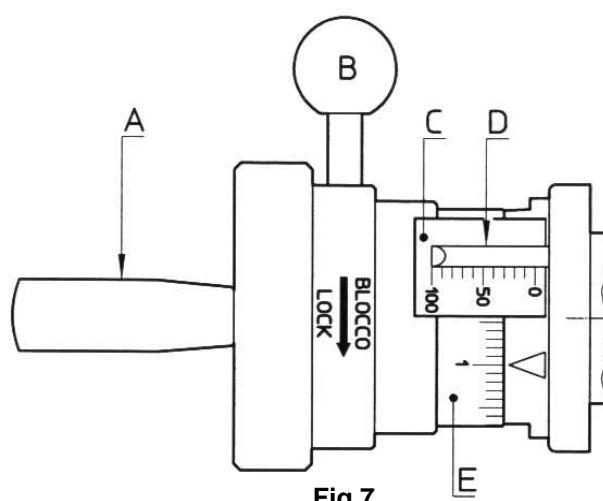

Fig.7
Per la regolazione (vedi Fig. 7), sboccare il pomolo (B) e ruotare il volantino (A). La posizione regolata si legge sulla placchetta (C) attraverso l'indice di regolazione (D), mentre sul nonio (E) si leggono le regolazioni intermedie alle graduazioni della placchetta (C). Le regolazioni sono espresse in (%) della corsa totale del pistone ed un giro del volantino (A) corrisponde al 10% della corsa. La regolazione da 0 al 100% si ottiene con 10 giri del volantino. A regolazione effettuata bloccare il pomolo (B).